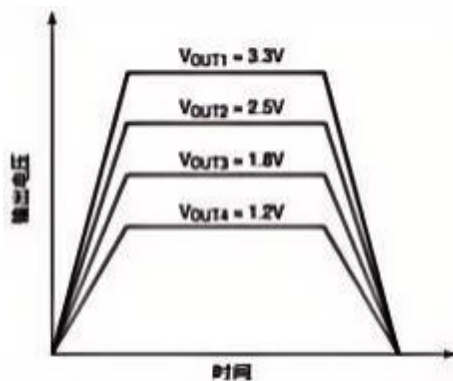

图 19 输出重合跟踪波形
重合输出跟踪可以被认为是一种特殊的比率输出跟踪，其中主机的输出转换速率 (MR) 与从机的输出转换速率 (SR) 相同，波形如图 19 所示的。从公式中我们可以很容易地发现，在同步跟踪中，从调节器的 TRACK/SS 引脚电阻分压器始终与其输出分压器相同。